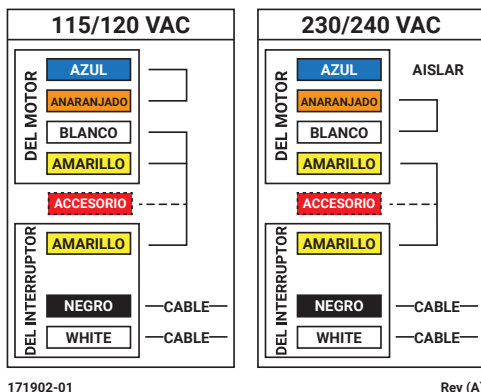

Figura 7
- Haga coincidir la tensión, conecte el motor a las fases de fuente de energía. (Vea la figura 7).
- Coloque los cables dentro de la caja de conexiones y vuelva a colocar la tapa eléctrica. Instale los cuatro (4) tornillos